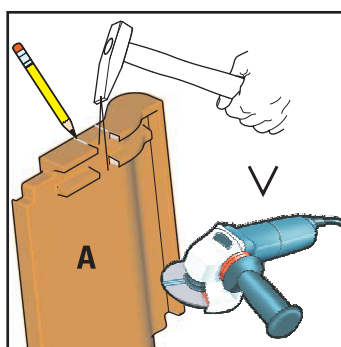

Fig. 3-15 Contrassegnare i punti in cui i ganci da tetto attraversano le tegole e rimuovere le costole delle tegole
15. Staccare le costole inferiori delle tegole nei punti di attraversamento contrassegnati dei ganci da tetto oppure eliminarle con la troncatrice alla mola (fig. 3-15).